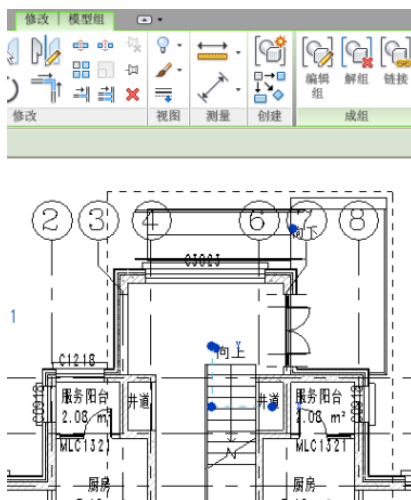

图 6-20
- 18) 编辑模型组“入口”: 替换图示位置楼板, 单击“编辑组”在“入口”组中选择需要替换的楼板, 在类型选择器中选择新楼板“MT-100+ (150)”进行替换 (如图 6-20 所示)。